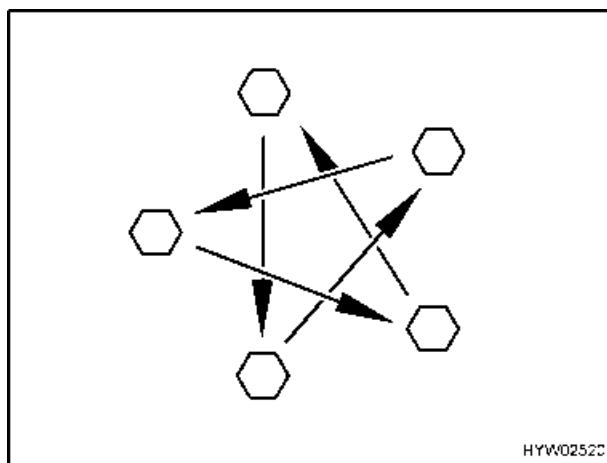

Fig. 111 Serrare a croce i bulloni delle ruote
- Controllare regolarmente il serraggio dei bulloni. Regolare a croce (Fig. 111) il serraggio dei bulloni di una ruota sostituita dopo circa 50 km. Per il valore della coppia di serraggio consultare il paragrafo Coppia di serraggio.
- Serrare a croce (Fig. 111) i bulloni delle ruote. Per il valore della coppia di serraggio consultare il paragrafo Coppia di serraggio.